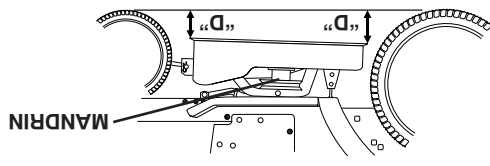

FIG. 17
- **RÉGLAGE DU DEVANT À L'ARRIÈRE (voir les Fig. 17 et 18)**